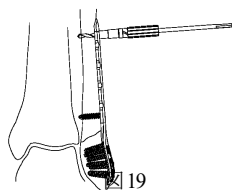

図 19
スクリューホールに2.5 ドリルスリーブ (S) 2 を取り付け、2.5 ドリルにてドリル先端が対側皮質から2mm 程突出するまでドリリングします。(図 19)